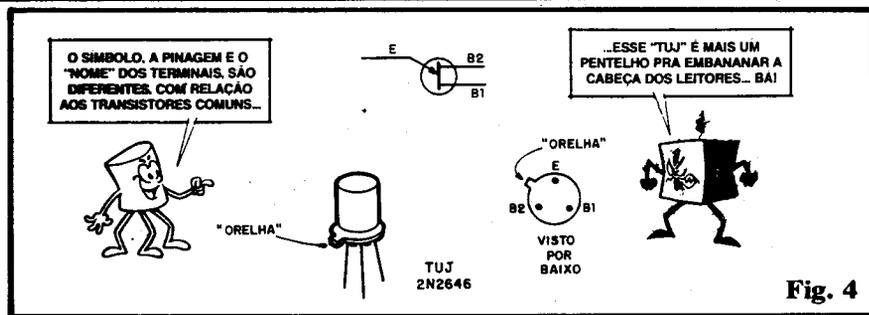

Fig. 4
- **FIG. 4** - Transistores Unijunção não são tão comuns nos circuitos e aplicações, quanto os bipolares. Assim são relativamente poucos os códigos disponíveis... Provavelmente o de mais fácil aquisição, é o 2N2646, visto na figura através do seu símbolo (repetimos que é para Vocês fixarem bem a representação...), aparência (o corpo é metálico, cilíndrico, e na parte inferior contém uma pequena "aba", incluindo uma "orelha" a partir da qual podemos facilmente identificar seus terminais. A figura mostra ainda o dito componente visto "por baixo", com a devida codificação dos terminais (sempre usando a tal "orelha" como referência de posição... Marquem bem essas características e posicionamentos, pois o 2N2646 será provavelmente o único TUJ que utilizaremos, agora e no futuro, em montagens Práticas e/ou Experimentais di-